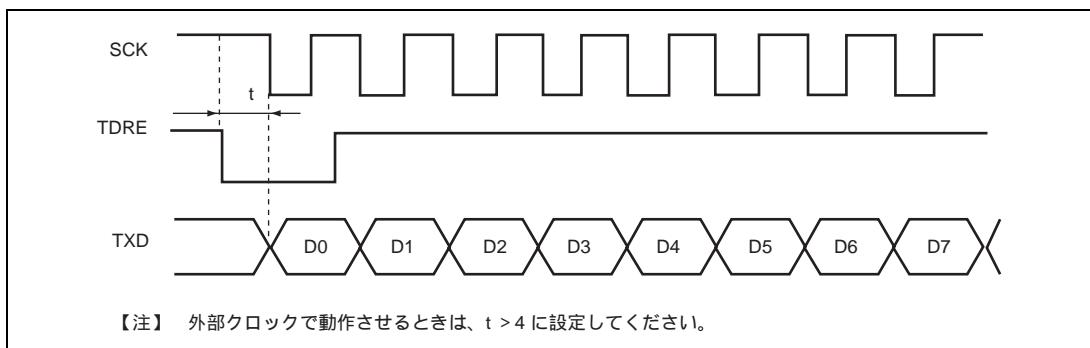

図 14.22 DTC による同期クロック転送例
- (1) 同期クロックに外部クロックソースを使用する場合、DTCによるSCTDRの更新後、周辺動作クロックで5サイクル以上経過した後に外部クロックを入力してください。SCTDRの更新後4サイクル以内に送信クロックを入力すると誤動作することがあります(図14.22参照)。